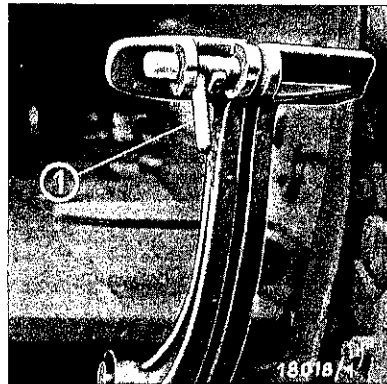

Fig. 16
Le frein au pied ou de marche comporte deux pédales; il agit en tant que frein de marche ou de direction sur les roues arrière par l'intermédiaire de tambours de frein. Pendant les parcours sur route, les deux pédales doivent être verrouillées au moyen du levier de blocage ① afin qu'au moment de manoeuvrer le frein, celui-ci agisse de manière identique sur les roues arrière. En vue d'aider au braquage dans les champs, et pour les manoeuvres délicates, les pédales peuvent être actionnées isolément après déverrouillage du levier de blocage. Avant d'actionner les freins de direction, diminuer le régime du moteur et commencer le braquage au moyen du volant. Pousser ensuite plus ou moins à fond la pédale de gauche ou celle de droite en tenant compte du rayon de braquage. (Fig. 16 = Levier de blocage déverrouillé).